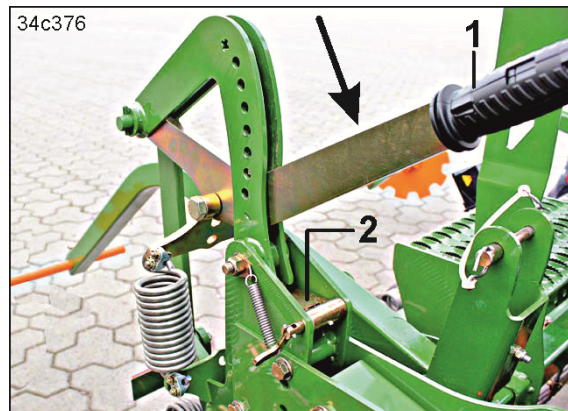

Рис. 174
4. Нажмите на рычаг (Рис. 174/1) в направлении стрелки до фиксации прижимной пластины (Рис. 174/2).